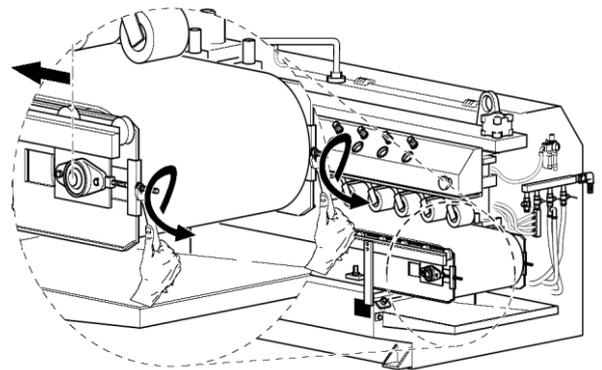

Fig. 52
4. En agissant du côté de la poulie folle, desserrer les rosettes de tension de la bande transporteuse (Fig. 52).
9. Visser les vis qui fixent l'équerre de support (Fig. 52/1-2).